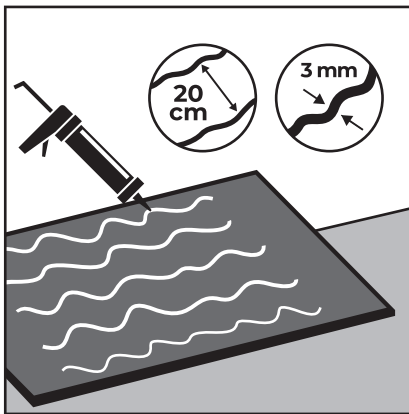

Figure 3
1. Placez tout d'abord le panneau sur la table de travail avec la face non imprimée orientée vers le haut, retirez le film de protection, appliquez l'adhésif (Figure 3) recommandé en tenant compte du fait que le cordon ne doit pas être inférieur à 1/8" (3 mm) d'épaisseur (Figure 3a). Ceci peut être contrôlé par diamètre du trou dans l'applicateur à cartouche.